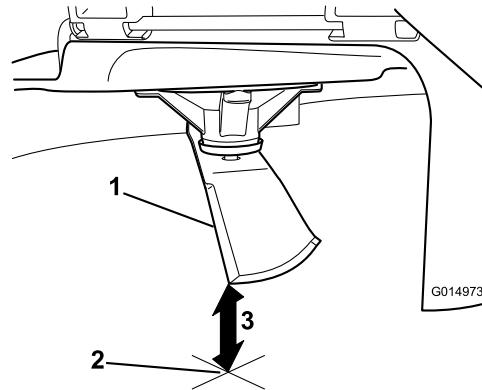

Figura 59
5. Meça da ponta da lâmina até à superfície plana (Figura 59).